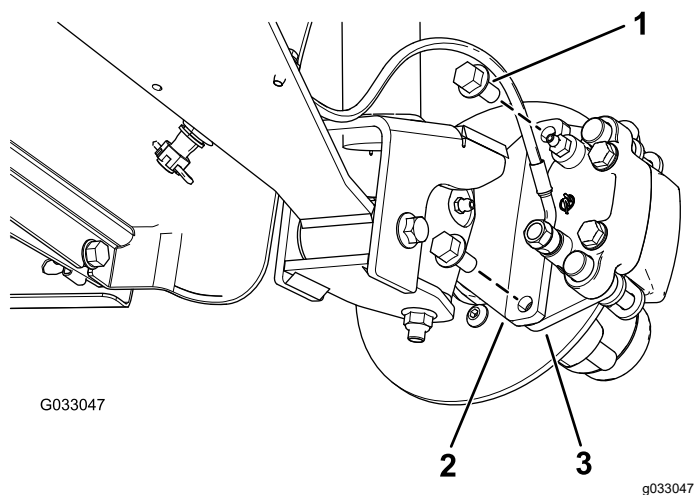
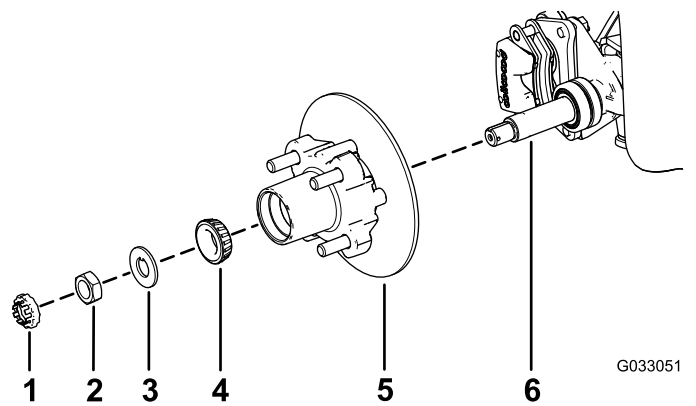

图 23
图 27
3. 卸下将制动器总成支架固定到主轴的凸缘头螺栓 $\frac{3}{8}$ x $\frac{3}{4}$ 英寸将制动器与主轴分开图23。
1. 在主轴上涂上薄薄一层指定润滑脂图 27。
2. 将轮毂和转子组装到带内转子的主轴上图 27。
3. 将外置轴承组装到主轴上并将轴承放置到外置座圈内图 27。
4. 将止动垫圈组装到主轴上图 27。
5. 将主轴螺母拧到主轴上上紧螺母扭矩至 15N·m 同时旋转轮毂将轴承调整到位图 27。
2. 将刹车踏板与转子的任意一侧对齐图 23 将制动盘托盘中的孔与主轴机架的制动器安装架中的孔对齐图 27。
3. 用 2 个凸缘头螺栓 $\frac{3}{8} \times \frac{3}{4}$ 英寸将卡钳支架固定到主轴机架上图 23。